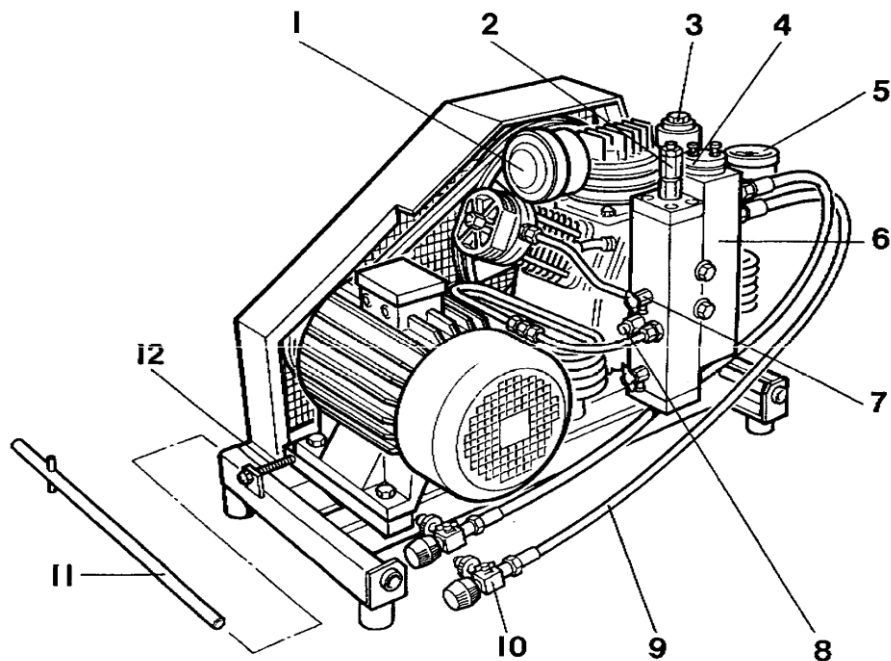

Abb. 1
1.1 Aufbau der Kompressoranlage (Abb. 1, 2 und 3)
Vor jedem Füllen der Flaschen Enddrucksicherheitsventil (Abb. 1 u. 2) auf Funktion prüfen. Hierzu Anlage starten. Mit geschlossenem Füllventil Anlage auf Enddruck fahren. Abblasedruck des Sicherheitsventils mittels Manometer am Filter prüfen. Sicherheitsventil austauschen, sobald der Abblasedruck zu hoch oder zu niedrig ist.